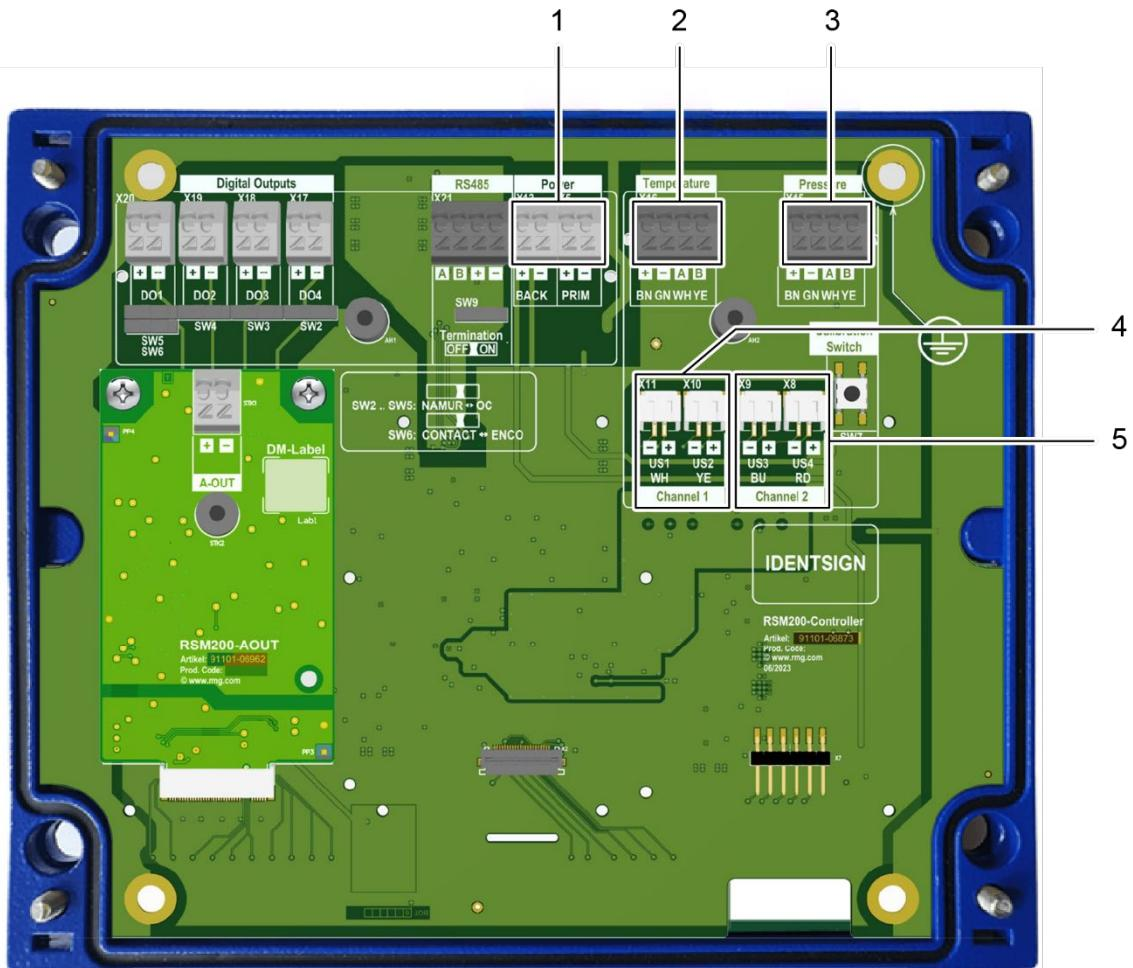
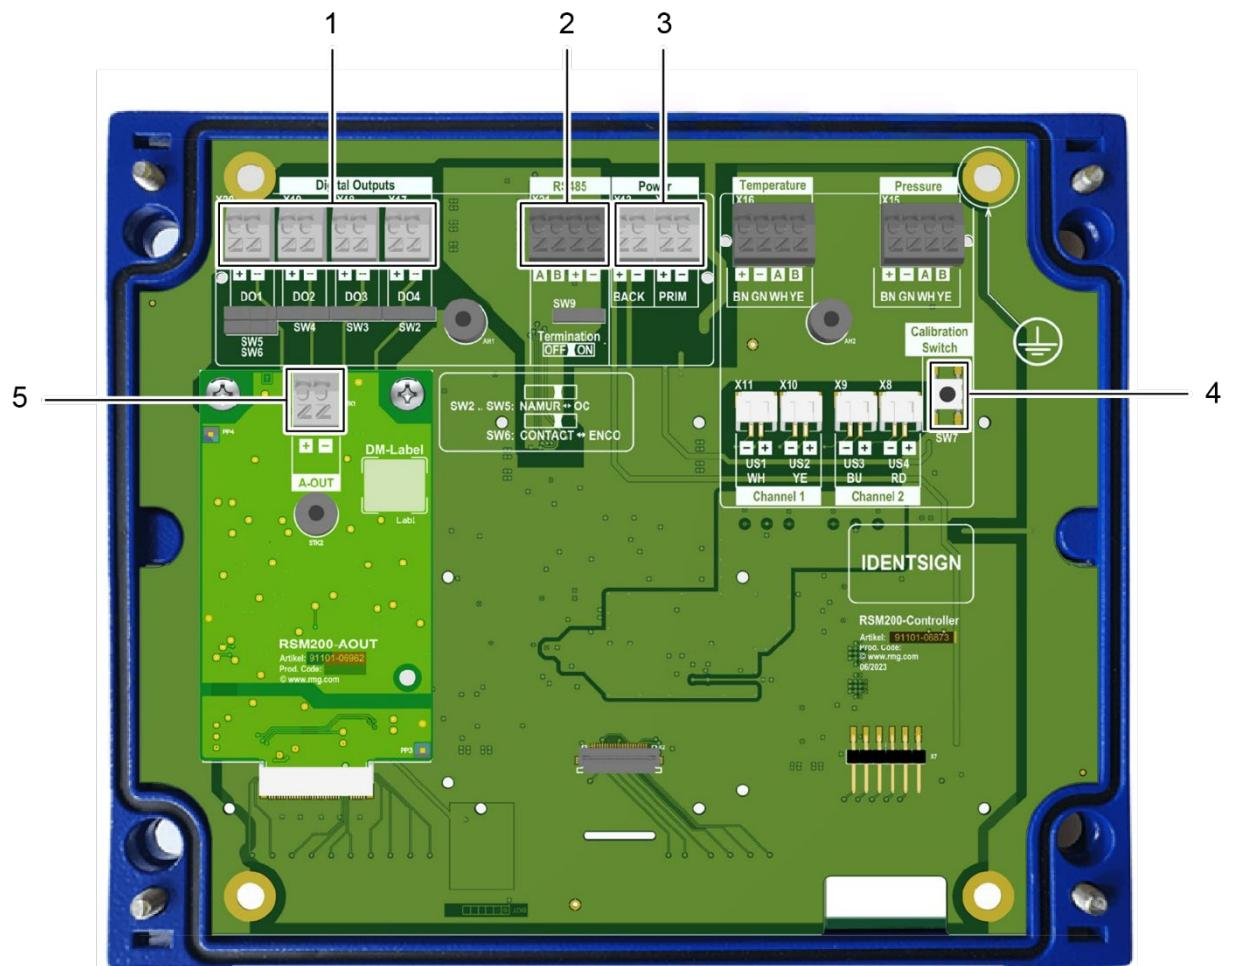

Figura 9: Disposizione dei collegamenti interni dell'RSM 200
Figura 10: Disposizione dei collegamenti dell'RSM 200 a cura del cliente
I collegamenti contrassegnati con i numeri da 1 a 3 (morsetti X5, X21 e da X17 a X20) devono essere realizzati a cura del cliente. La disposizione è riportata nella *Figura 10: Disposizione dei collegamenti dell'RSM 200 a cura del cliente*. Il collegamento dei sensori interni (ad es. i sensori a ultrasuoni [Channel 1, ...], e quelli di pressione e temperatura) sono già stati realizzati in fabbrica secondo le norme vigenti.
L'RSM 200 consente un output di segnale da 4...20 mA. A tal fine, il modulo di corrente deve essere inserito sulla scheda. Il circuito di corrente 4...20 mA può quindi essere collegato ai morsetti "A-Out" del modulo di corrente (cfr. figura 10, pos. 5).
Per collegare i cavi utilizzare guaine per terminali da inserire dal basso; il cavo viene tenuto in posizione da un dispositivo di bloccaggio. Per poter sfilare nuovamente il cavo premere verso il basso sul quadratino bianco (con la croce) con un piccolo cacciavite (o simile) (vedere più avanti nella *Figura 9: Disposizione dei collegamenti interni dell'RSM 200* e nella *Figura 10: Disposizione dei collegamenti dell'RSM 200 a cura del cliente*; in alto sulle morsettiera) e aprire il dispositivo di bloccaggio. Tenere premuto il quadratino e sfilare il cavo dalla morsettiera.